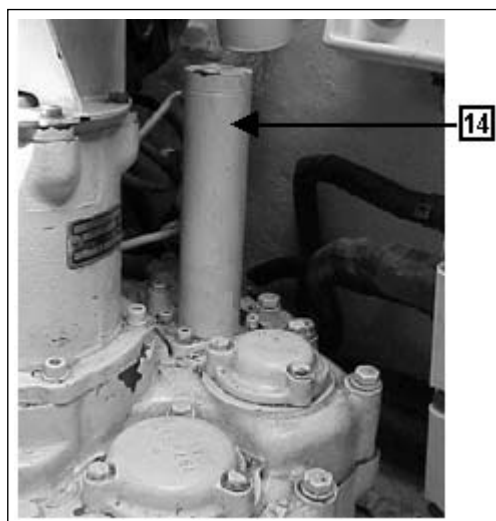

Fig 4-127. Cilindro de retorno
j. Cilindro de retorno (Fig 4-127)